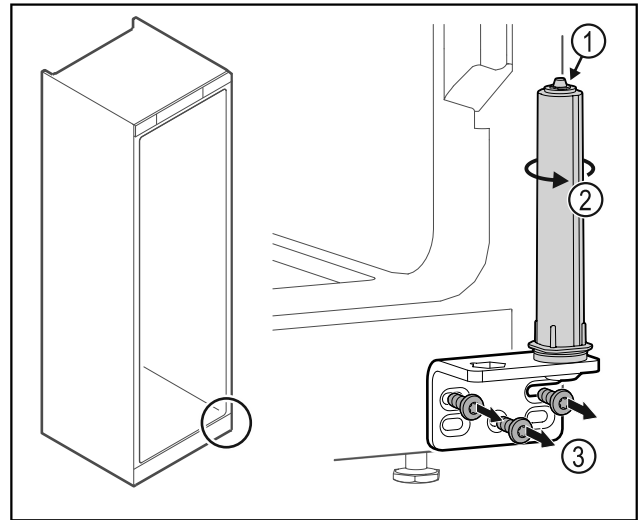

Fig. 29
- ▶ Μην αποσυναρμολογείτε το σύστημα κλεισίματος πόρτας Fig. 29 (1).
- ▶ Περιστρέψτε το σύστημα κλεισίματος Fig. 29 (2), μέχρι να κάνει κλικ.
- ▶ Ξεβιδώστε τη γωνία μεντεσέ Fig. 29 (3).